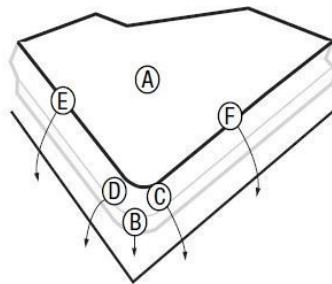

Figura 14. Applicare il prodotto sull'angolo
4. Applicare il prodotto sulla superficie piana prima di modellare gli angoli e poi lungo i bordi diritti in questa sequenza: A, poi B, C e D, poi E e F, ecc. Vedere la Figura 14.
5. Applicare il prodotto sulla superficie piana prima di modellare gli angoli e poi lungo i bordi diritti in questa sequenza: A, poi B, C e D, poi E e F, ecc. Vedere la Figura 14.